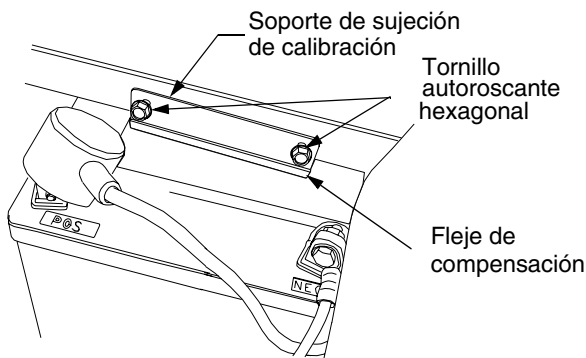

Figura 28
- Quite los dos tornillos autoroscantes del soporte de sujeción de la batería y retire el soporte. Preste atención para no perder el fleje de compensación de la base del soporte. Vea Figura 28.